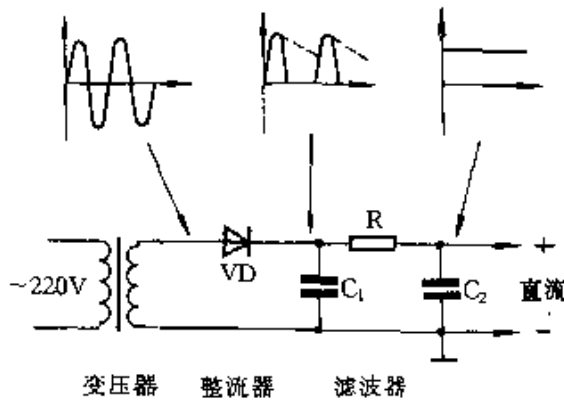

图 2-164
② 晶体二极管的另一主要作用是整流。图 2-164 所示为整流电源电路,由于二极管的单向导电特性,在交流电压正半周时二极管 VD 导通,有输出;在交流电压负半周时二极管 VD 截止,无输出。经二极管 VD 整流出来的脉动电压再经 RC 滤波器